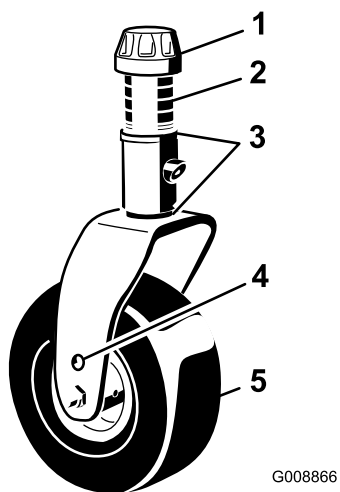

Figura 7
2. Posizionate gli assali delle ruote orientabili negli stessi fori su entrambe le forcelle. Fate riferimento a Figura 7 e Figura 8 per determinare i fori adeguati all'impostazione voluta.
3. Togliete il cappuccio di tensione dall'asse del perno (Figura 7) ed estraete il perno dal braccio della ruota orientabile. Montate i due spessori (3 mm) sull'asse del perno come erano montati in origine. Questi spessori servono per ottenere un livellamento sull'intera larghezza degli apparati di taglio. Mettete il numero opportuno di distanziali da 13 mm sull'asse del perno, fino ad ottenere l'altezza di taglio richiesta, quindi montate la rondella sul perno.
Fate riferimento a Figura 7 e Figura 8 per determinare le combinazioni di distanziali necessari per l'impostazione voluta.